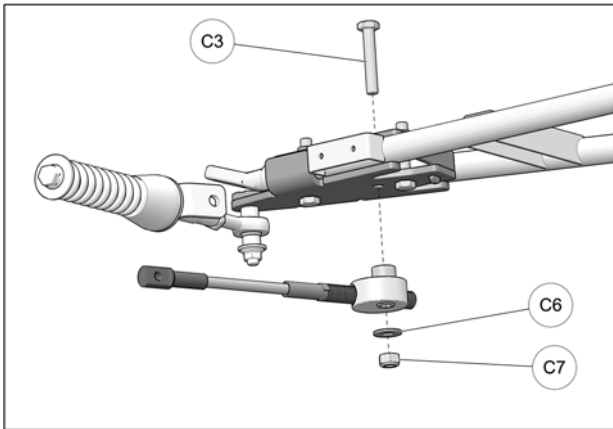

Fig. 22
13. Pass bolt (C3) down through opening in bracket cover and insert it in the anchor bracket's central hole. Slip steering limiter cable assembly over bolt (C3) and use washer (C6) and nut (C7) to secure assembly to anchor bracket. Tighten nut to 50 N•m [37 lb•ft]. Refer to Fig. 22
13. Passer le boulon (C3) par l'ouverture du couver de l'ancrage et l'insérer dans le trou central de l'ancrage. Positionner l'extrémité en aluminium du limiteur de conduite au boulon (C3). Utiliser la rondelle (C6) et l'écrou (C7) pour fixer le limiteur de conduite en place. Serrer l'écrou à un couple de 50 N•m [37 lb•pi]. Fig. 22